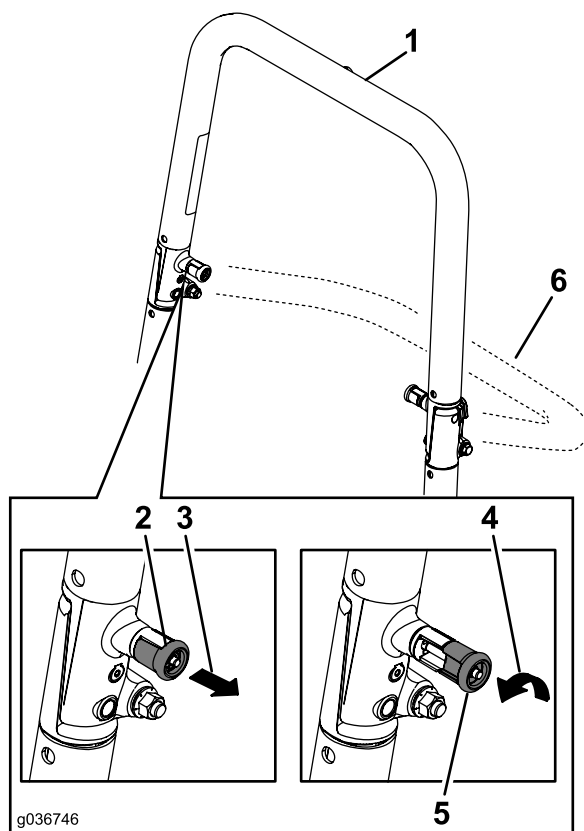

図 9
2. 左右のノブを両方とも引き出し、90度回転させると外れる 図 9。
3. バーを降ろす(図 9)。
4. ROPSを立てる際には、まずROPSを立て、次にノブを回して溝に半分掛かった状態にする 図 9。
5. 次にROPSを完全に立てて上部バーを押えながら穴を整列させると、ピンがひとりでに中にはまる 図 9。